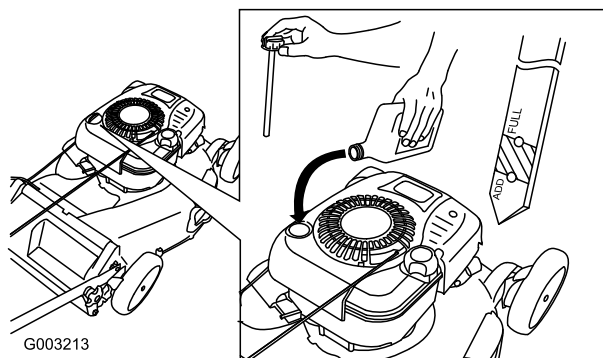

Figura 7
1. Togliete l'asta di livello (Figura 7).
2. Versate **lentamente** l'olio nel tubo di riempimento finché non raggiunge il segno di pieno sull'asta (Figura 7). **Non riempite troppo.** (Riempimento massimo: 0,77 litri, tipo: olio detergente SAE 30W con service classification API SF, SG, SH, SJ, SL o superiore.)